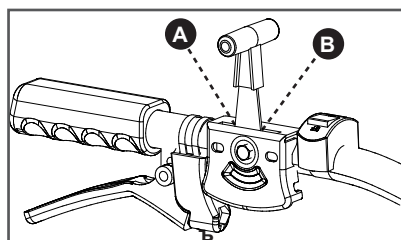

Рис. 29. Положения рычага газа
5. Переведите рычаг газа на 1/3 хода в сторону положения максимальных оборотов двигателя (Рис. 29)
1. Переведите рычаг газа в положение «В» максимальных оборотов двигателя (Рис. 29). При включении задней передачи увеличение оборотов двигателя до максимума не рекомендуется.
7. Для изменения скорости движения мотоблока на каждой передаче пользуйтесь рычагом газа (Рис. 29).
5. Переведите рычаг газа в положение «В» максимальных оборотов двигателя (Рис. 29).